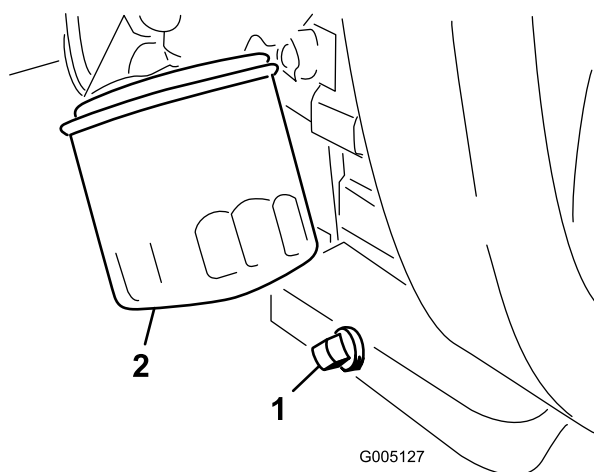

図 34
1. ドレン・プラグ (図 34) を外してオイルを容器に受ける。オイルが抜けたらドレン・プラグを取り付ける。
2. オイルフィルタ (図 34) を外す。新しいフィルタのガスケットに薄くエンジン・オイルを塗る。